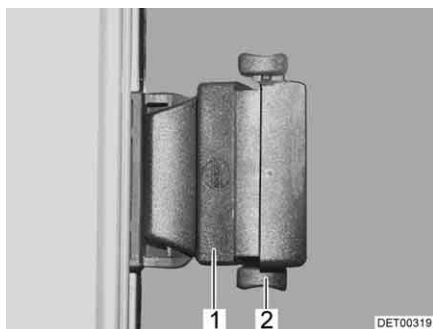

Bild 102 Skjutfönster med trycklås
- Lossa låset (Bild 102,2).
- Tryck handtaget (Bild 102,1) och skjut det samtidigt framåt eller bakåt.